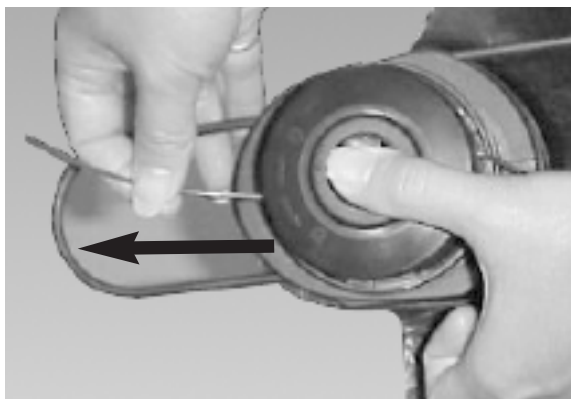

Fig. 30
9. Pour vérifier que le fil avance bien correctement, poussez le bouton avec votre pouce tout en tirant le fil avec vos doigts. Le fil doit pouvoir avancer librement. (Fig. 30).